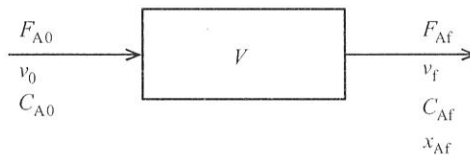

図1 反応プロセス
- 問1 図1は体積 V の管型反応器（PFR）を用いた反応プロセスである。PFR入口および出口における反応限定成分Aの物質質量流量をそれぞれ F_{A0} 、 F_{Af} 、反応混合物の体積流量をそれぞれ v_0 、 v_f 、反応限定成分Aの濃度をそれぞれ C_{A0} 、 C_{Af} とし、 $x_{Af} = (F_{A0} - F_{Af}) / F_{A0}$ をプロセス全体の反応率とする。
- 問2 図1のPFRから流出する反応混合物の一部をPFR入口に循環させるリサイクル反応器（図2）を考える。 F_{A3} と v_3 は、それぞれ循環流における反応限定成分Aの物質質量流量および反応混合物の体積流量である。